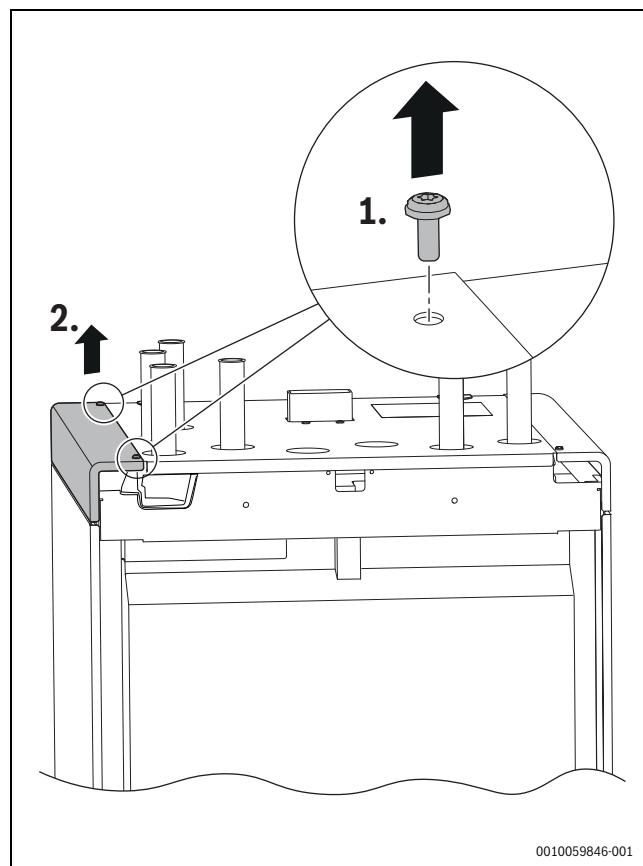

Bild 25 Rückansicht: Ecken mit Befestigungsschrauben
- Die beiden Befestigungsschrauben (→Bild 25,(1)) an der Ecke der Verkleidung lösen und die Ecke abnehmen.